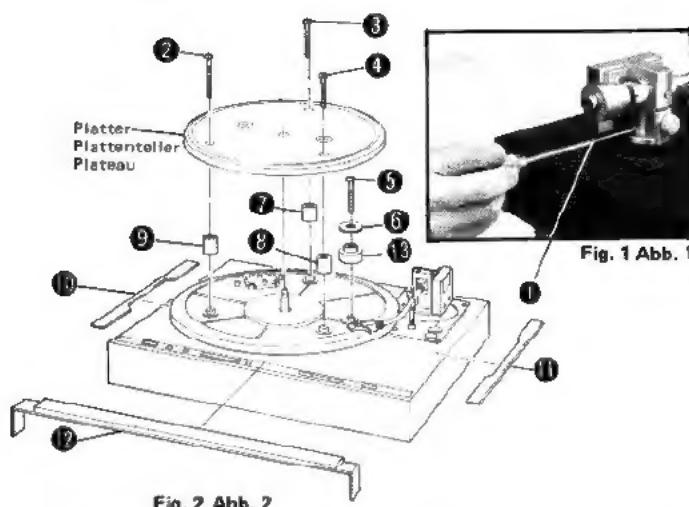

Fig. 1 Abb. 1
### 1. Unpacking and setting up (Figs. 1, 2, 3)
1. Unscrew 5 shipping screws (1—5) off as shown in Fig. 1 & 2.
### 1. Auspacken und Montage (Abb. 1, 2, 3)
1. Lösen Sie die 5 Transportschrauben (1 – 5), wie in den Abb. 1 und 2 gezeigt.
1. Dévisser les 5 vis d'emballage (1 – 5) comme il est montré dans les figures 1 & 2.